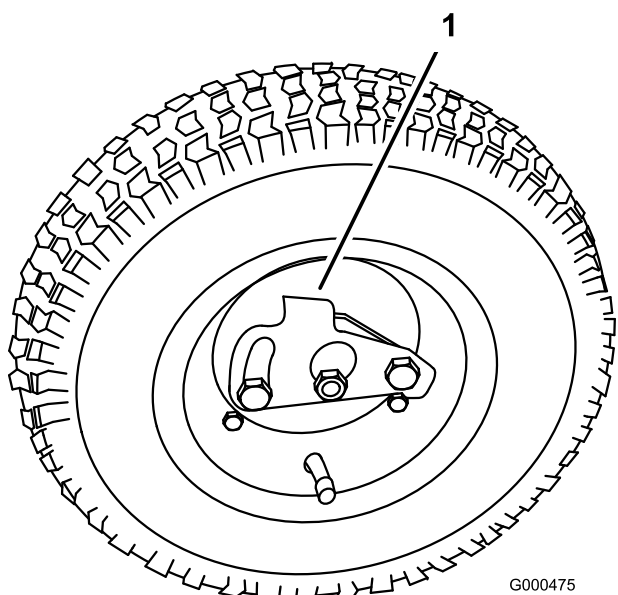

図 8
2. 車輪についているロック・クリップが車軸に掛かるようにして車輪を車軸に通す（図 8）。